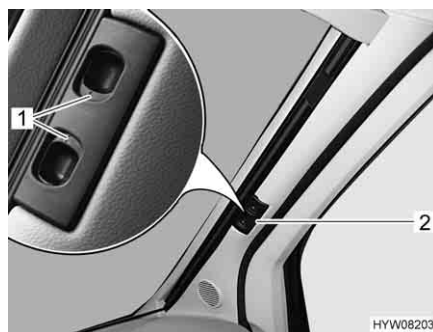

Fig. 4 Tendina oscurante pieghevole per il parabrezza
- Spingere verso l'esterno le due metà della tendina oscurante pieghevole del parabrezza per la maniglia (Fig. 4,2) fino all'arresto.
- Fare innestare le maniglie di sbloccaggio (Fig. 4,1).